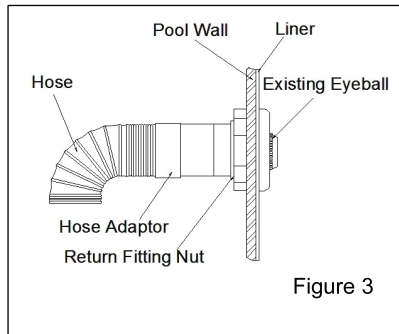

Figure 3
2. Remove the existing eyeball fitting including eyeball, eyeball nut & eyeball base from the return fitting on your pool wall See Figure 3
2. Retirer le raccord à rotule existant de son socle dans le raccord de retour d'eau dans la paroi de votre piscine – figure 3.